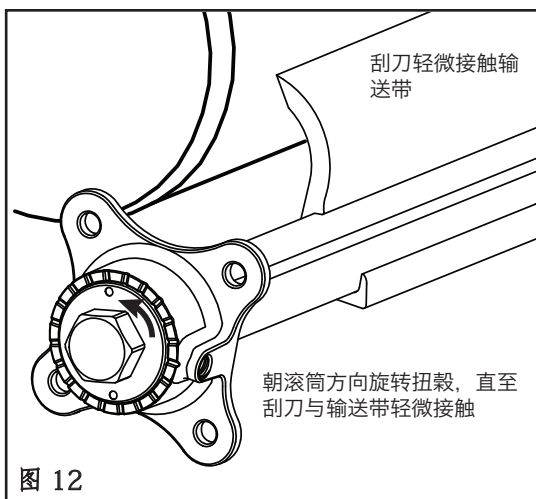

图 12
19. 通过向头部滚筒方向旋转扭榫来调整输送带的清洁刮刀张力, 直至刮刀与输送带接触, 并在扭榫处感受到轻微的张力 (图 12)。